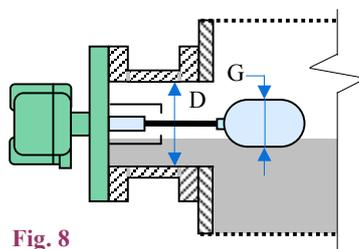
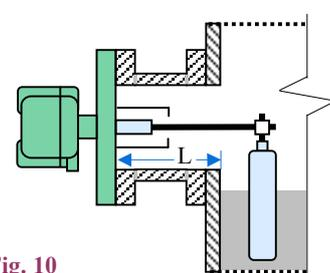
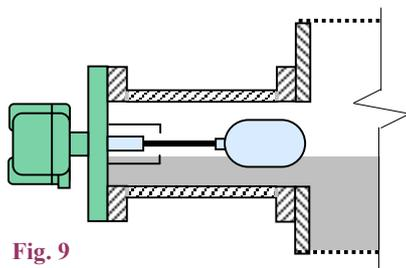
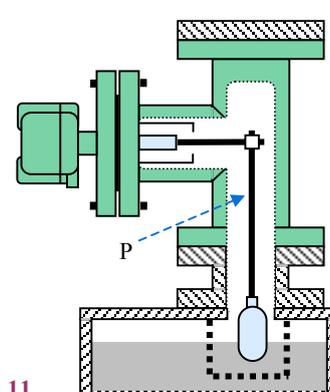

Fig. 8
Fig. 10
Fig. 9
Fig. 11
Quando il livello del liquido sale oltre il punto stabilito, il galleggiante fa scattare il dispositivo di uscita (*intervento in salita*); poi, quando il livello ridiscende al di sotto di tale punto, il galleggiante riporta il dispositivo allo stato di partenza (*ripristino in discesa*); tra i punti di intervento e di ripristino vi è un *differenziale*; questo è di soli $20 \pm 5\text{mm}$ nel caso standard, ma può essere anche maggiore, fino a 300mm come in Fig. 10, nel caso di esecuzioni speciali preparate su richiesta.
- in altre versioni, da concordare con l'utente : Fig. 8, Fig. 9, Fig. 10, Fig. 11.